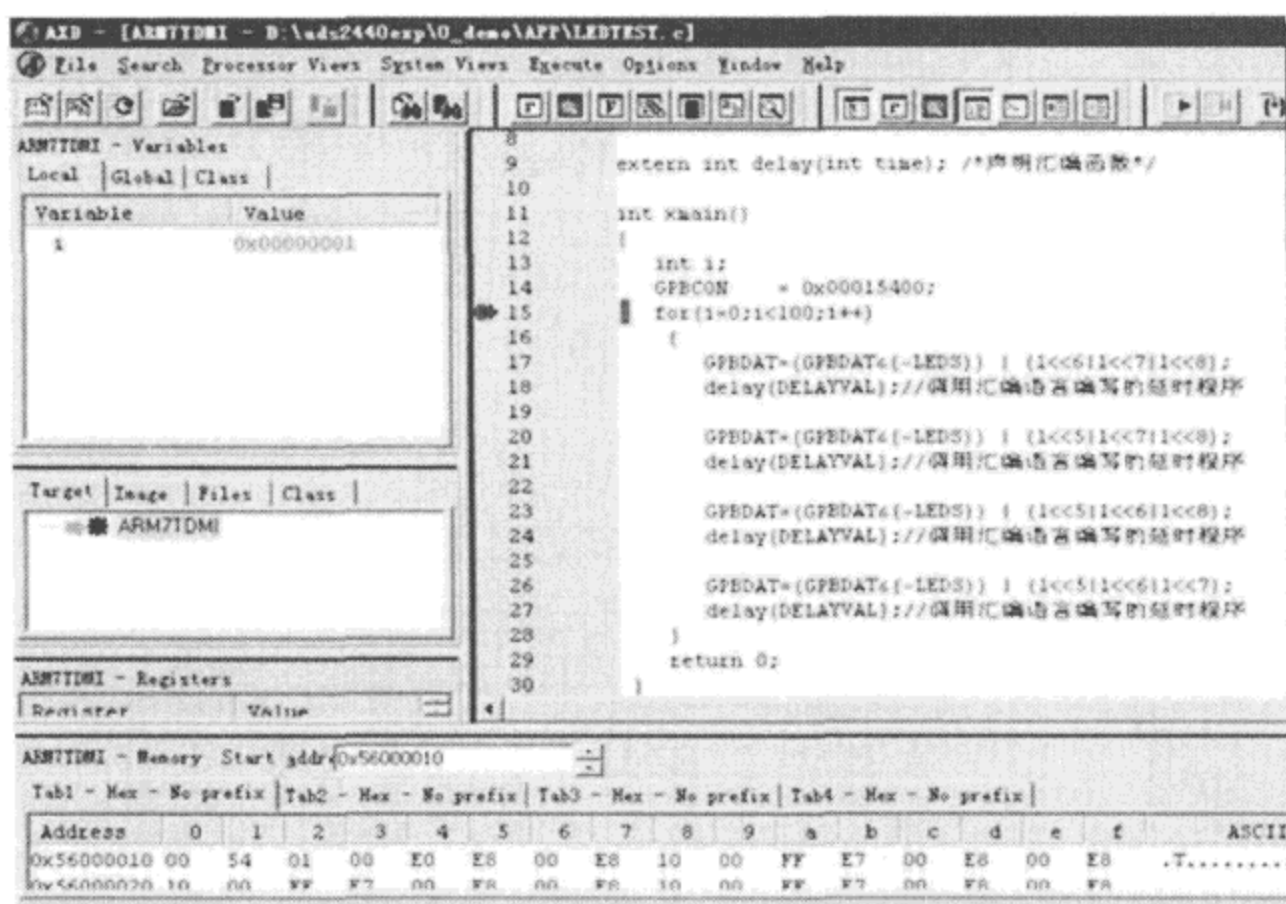

图 1-33 在断点处查看变量
(11) 继续单步执行程序,当程序再次回到断点是,观察 i 的值已经变为 1 了,如图 1-33 所示。